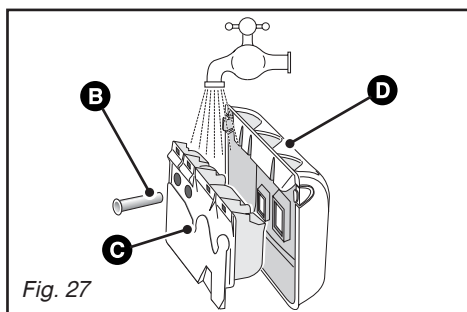

Fig. 27
- retirez le siphon **B** situé à l'arrière de la boîte **C** et séparez cette dernière de son enjoliveur avant (Fig. 27)